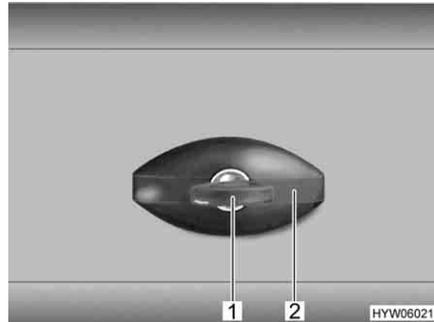

Fig. 64 Serratura dello sportello, ellittico, chiuso
- Inserire la chiave nel cilindro della serratura (Fig. 64,1) e ruotare in senso antiorario di un quarto di giro. La maniglia della serratura (Fig. 64,2) scatta all'infuori.